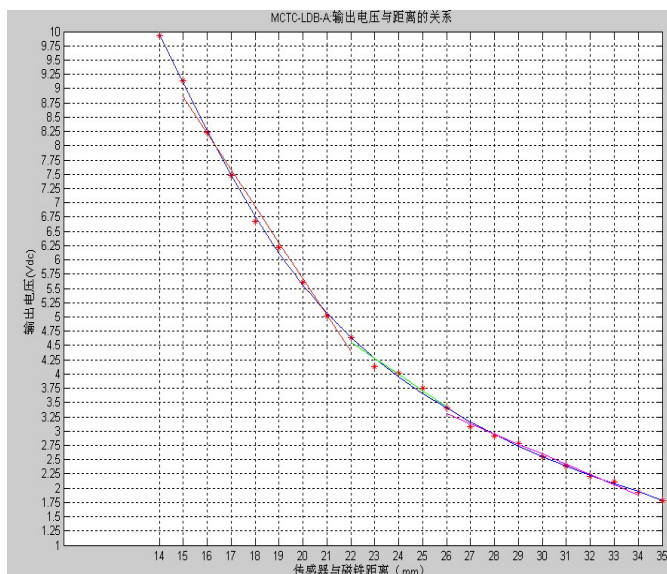

图3-7-3称重传感器输出电压示意图
举例说明：比如一个客户的轿厢压缩形变为5mm，则用户根据图3-7-3来分析：①、如果空载时距离为21mm，此时传感器输出的电压约为5V，当到满载时距离为16mm，此时传感器输出电压约为8.25V。此时传感器输出电压从空载到满载的电压变化为3.25V。②、如果选择空载为35mm，输出电压约为1.75V，满载为30mm时，输出电压为2.5V。这样传感器输出电压的变化为0.75V。这样对①、②来分析可以得出结论就是①的分辨率是②的4倍，分辨率越高系统判断越准确。